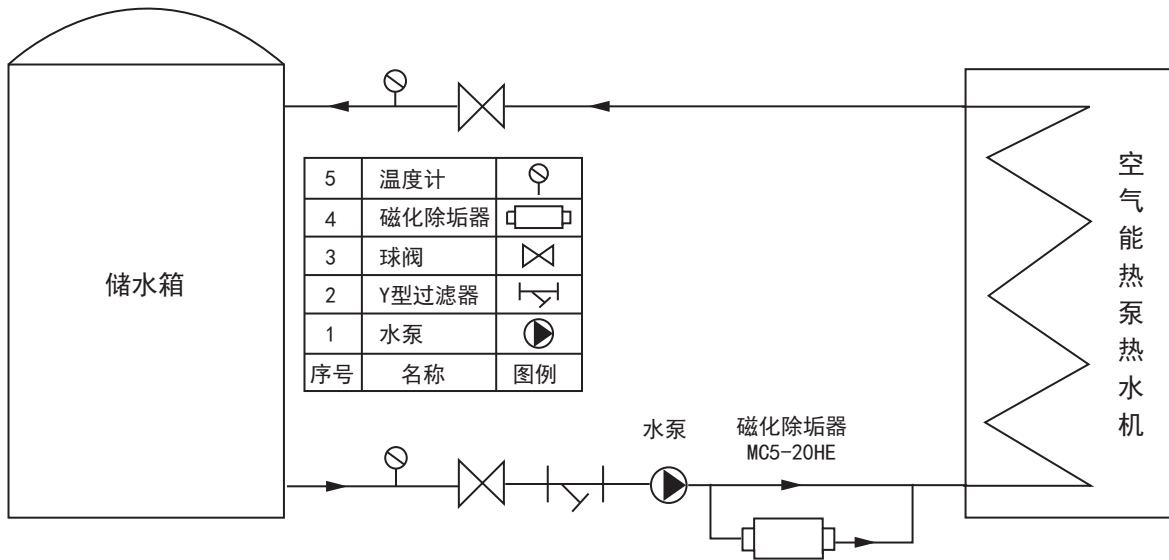

图10.1 磁化器安装示意图
- 13) 建议工程上选择安装日本NT原装进口磁化器以达到防垢除垢、防锈除锈及灭菌等效果，该产品采用特殊高性能永久磁石，耐高温达120℃，纯物理方式防垢除垢，不用化学药剂，无需电源，免维护保养，运行成本零，使用寿命为20年。该品牌磁化器经工厂实验室长期试验观察发现应用于热泵热水系统防垢性能优越，并可令已结垢加热器表面垢层变得松软易有效去除。（磁化器安装请参考图10.1）